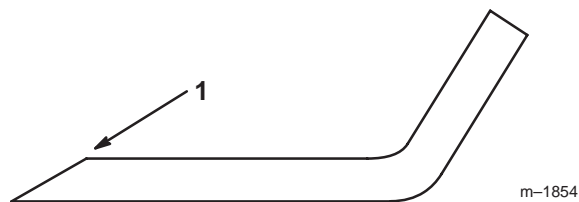

Figure 18
1. Au moyen d'une lime, aiguisez les tranchants aux deux extrémités de la lame (Fig. 18) en veillant à conserver l'angle de coupe d'origine. Limez la même quantité de métal sur chacun des deux tranchants pour ne pas déséquilibrer la lame.